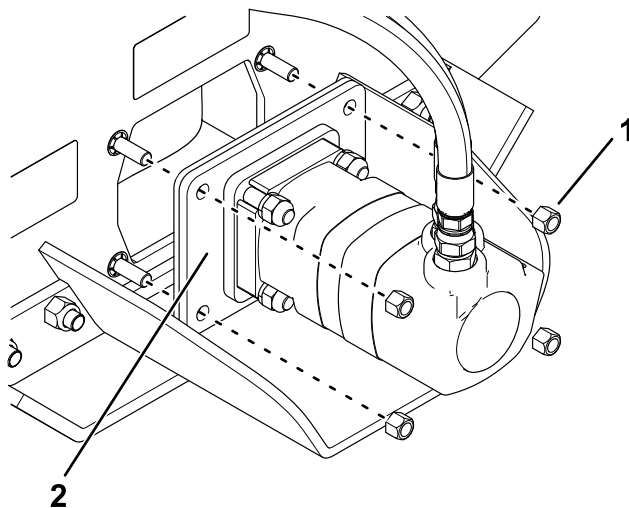

Рисунок 8
4. Отверните 4 гайки ($\frac{9}{16}$ дюйма), которые крепят монтажную опору гидромотора (**Рисунок 8**). Снимите монтажную опору с гидромотором.
2. Используя 4 гайки (9/16 дюйма), установите монтажную опору ротора и гидромотор (Рисунок 8). Затяните гайки с моментом от 127 до 157 Н·м.